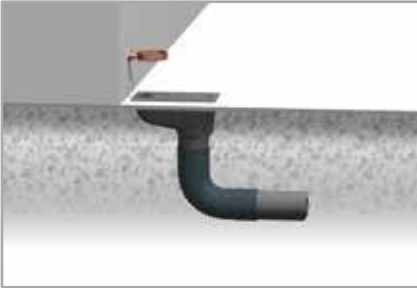

Fig. 24
- 6.1 Afvoer naar het riool. Installeer een standaard bezinktank in de grond, onder de regenpijp. Verbind de onderste uitlaat met een flexibele elleboog die is aangesloten op de ondergrondse rioolbuizen (Fig. 24). Snijd een gat in de klep van de standaard bezinktank. De diameter van het gat moet overeenkomen met de buitendiameter van de gebruikte regenpijp (Fig. 25, 26). Steek de regenpijp in het gat (Fig. 27)